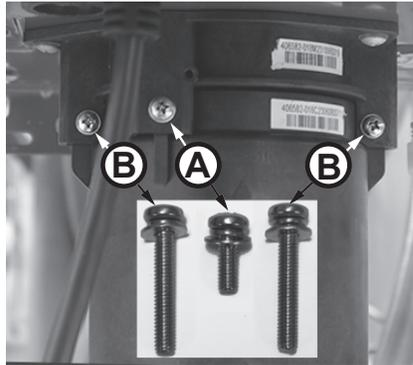

Figura 201 - Identifique los tornillos del cartucho
5 Ubique los tres (3) tornillos que fijan el cartucho X3®/de derivación como se muestra en la Figura 201. Retire el tornillo M4-12 mm **(A)** y los dos tornillos M4-25 mm **(B)** del cartucho. Deje los tornillos a un lado en un lugar seguro para volver a instalarlos.